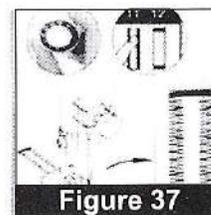

Figure 37
6. Seleccione #11 en la perilla de puntada de pauta. ENCIENDA interruptor. Cosa varias puntadas en sentido contrario de Paso 3, la caja que encuentra las puntadas originales de Paso 2. APAGUE interruptor. (Figure 37)